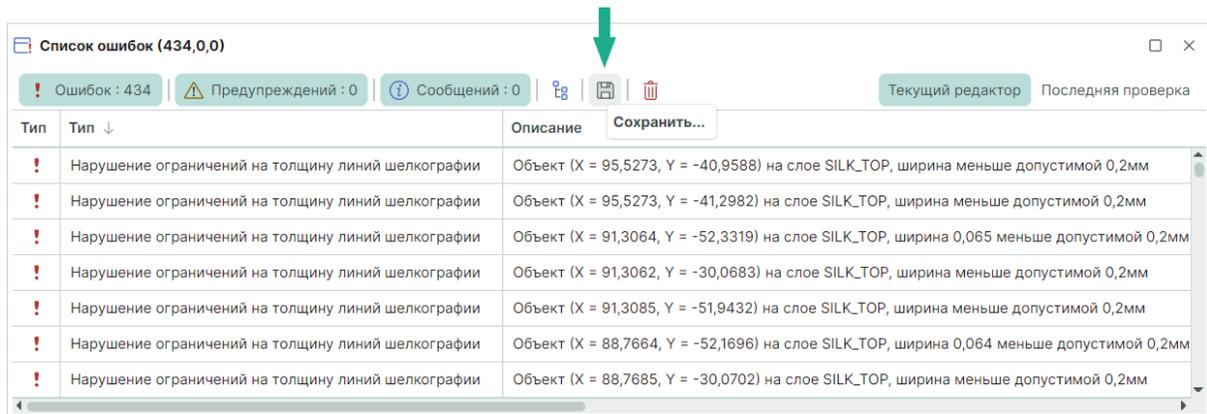

Рис. 526 Экспорт списка нарушений
1. Вызовите инструмент «Сохранить...», обозначенный символом , см. Рис. 526.